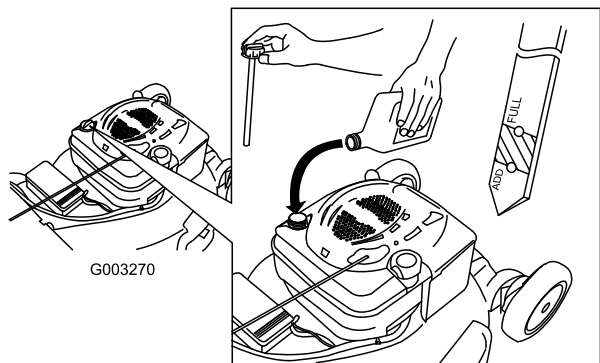

Bild 13
1. Nehmen Sie den Peilstab heraus und wischen Sie ihn ab. Stecken Sie ihn dann ganz ein (Bild 13).
2. Nehmen Sie den Peilstab heraus und prüfen Sie den Ölstand (Bild 13). Wenn der Ölstand unter der Nachfüll-Marke ist, gießen Sie **langsam** Öl in den Einfüllstutzen, um den Ölstand auf die Voll-Marke am Peilstab anzuheben. **Füllen Sie nicht zu viel ein.** (Max. Füllstand: 0,59 l des Typs: Waschaktives SAE 30-Öl mit der Klassifizierung SF, SG, SH, SJ, SL oder höher durch das American Petroleum Institute (API).)